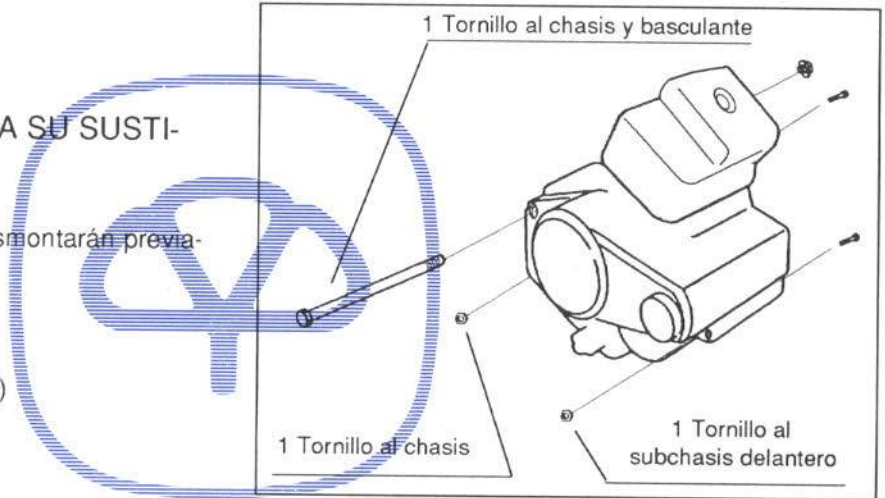

Figura 40.- Unión del motor
En la figura 40 se muestra la forma de unión del motor al chasis y subchasis delantero.
- Tornillo posterior de sujeción del motor (figura 40)